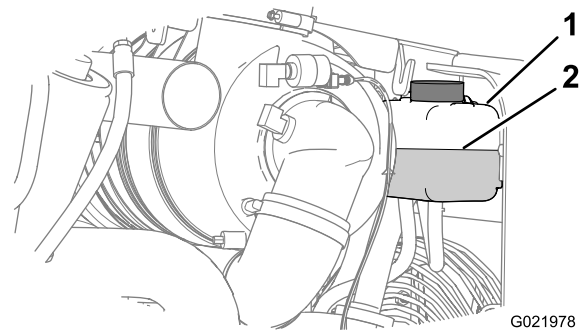

Figure 77
4. Contrôlez le niveau de liquide de refroidissement dans le vase d'expansion (Figure 77).
Remarque: Vérifiez que le niveau de liquide de refroidissement se situe entre les repères minimum et maximum du vase d'expansion (Figure 77).